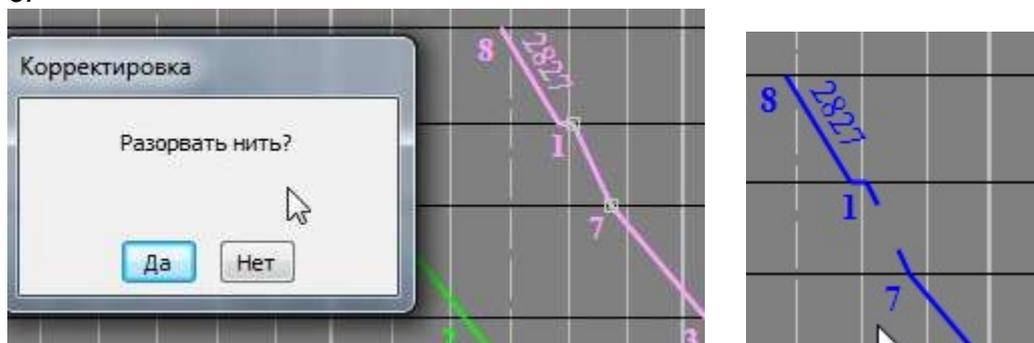

Рис.83. Разрыв нити.
4. В появившемся диалоговом окне «**Разорвать нить**» выберите «**Да**» для того, чтобы разорвать нить, «**Нет**», чтобы отказаться от этого (см. рис.83).